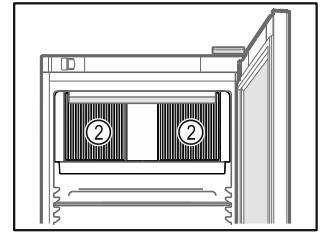

Fig. 48
- Mantenere libere le fessure di ventilazione Fig. 48 (2) della ventola di ricircolo nel vano interno.